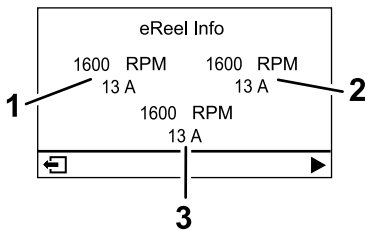

Figura 17
- **Ecrã de informações do motor eReel(Figura 17):** mostra a velocidade e tensão de cada motor da unidade de corte.